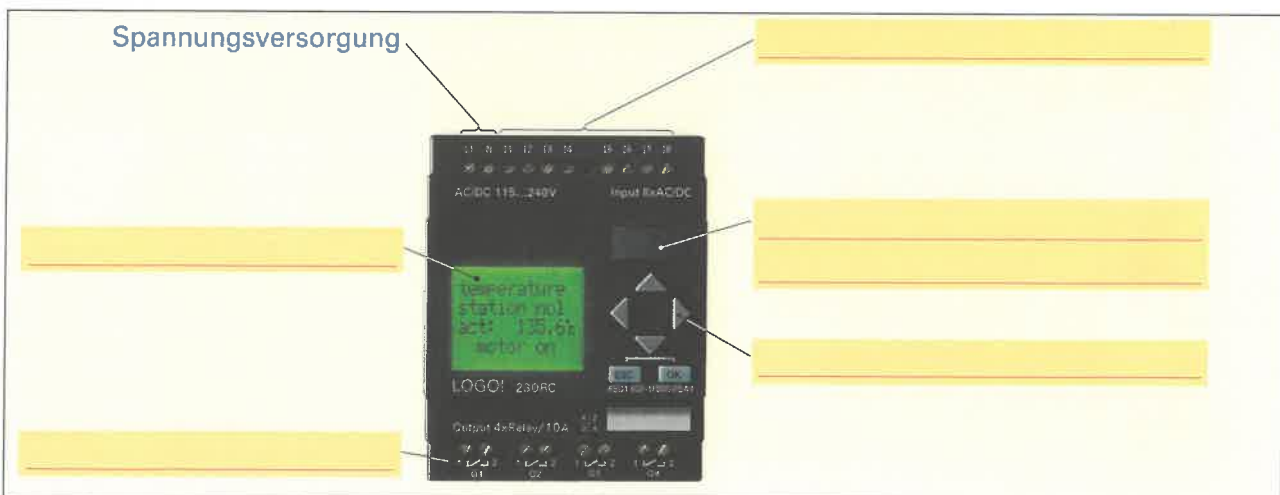

Bild 2: Anschlüsse und Bedienelemente eines Kleinststeuergerätes
3. Beschriften Sie die Anschlüsse und Bedienelemente des Kleinststeuergerätes (**Bild 2**).
4. Nennen Sie wichtige Merkmale für ein Kleinststeuergerät und geben Sie jeweils eine Wertangabe als Beispiel (**Bild 2**) dazu an.